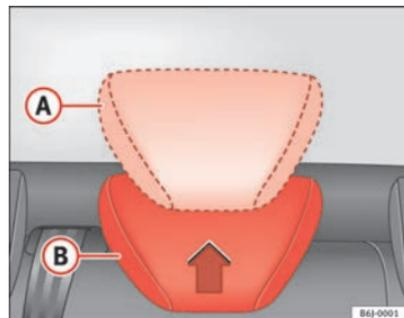

Fig. 5 Réglage des appuie-tête arrière
- Position levée ou d'utilisation (A) ⇒ fig. 5. Dans cette position, l'appuie-tête se comporte comme un appuie-tête normal, qui protège les passagers de la banquette arrière en plus de la ceinture de sécurité.
- Position de repos, pas d'utilisation (B) ⇒ fig. 5. Cette position augmente la visibilité arrière pour le conducteur.